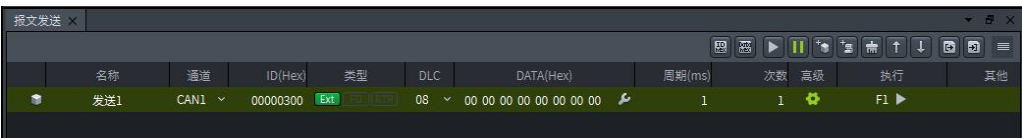

图 6.26 添加满足触发条件后待发送的帧
- (1) 点击或按钮，添加满足触发条件后需发送的单帧报文或多帧报文，如图 6.26 所示：
- (1) 点击  按钮，添加发送帧，如图 6.26 所示：